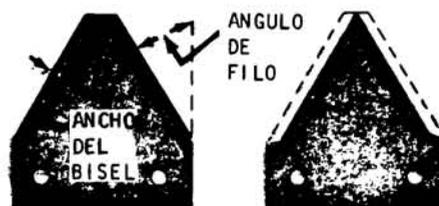

Fig. 2
- c Afile hasta obtener el ángulo de corte y el bisel iguales a la cuchilla original. Cuando el ápice superior se hace igual a un punto debe sustituirse la cuchilla (fig. 2).
- b Afile las cuchillas conservando el ángulo de corte y el bisel (fig. 2).
a Destensione completamente el sistema de frenos, aflojando la tuerca o el tornillo de regulación (fig. 2).